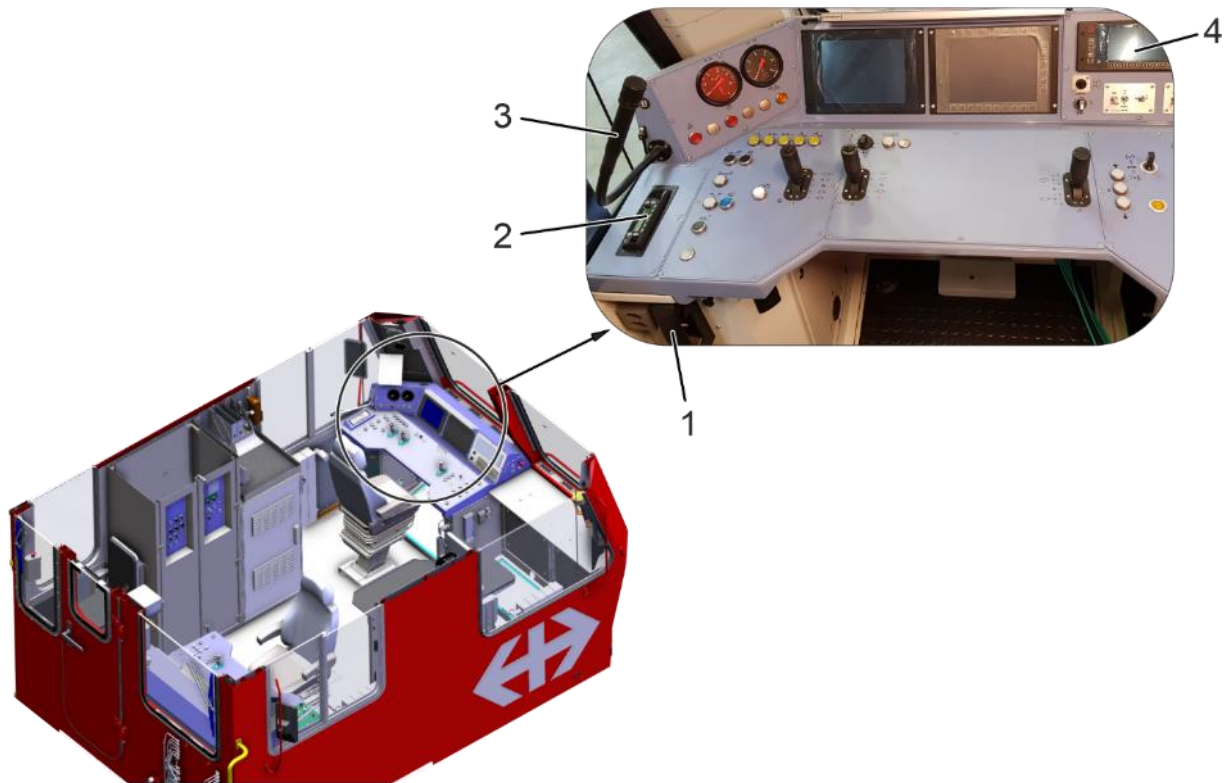

Abb. 44: Zugfunk Führerpult
Das Fahrzeug verfügt über ein GSM-R Zugfunkgerät (MESA26) mit zwei Bedienteilen (eins pro Führerpult) und ein Baustellenfunkgerät (Kenwood NX-800E), siehe Abb. 44 (2). Jedes Gerät verfügt über eigene Lautsprecher, um einen Empfang auf beiden Geräten zu jeder Zeit zu gewährleisten.